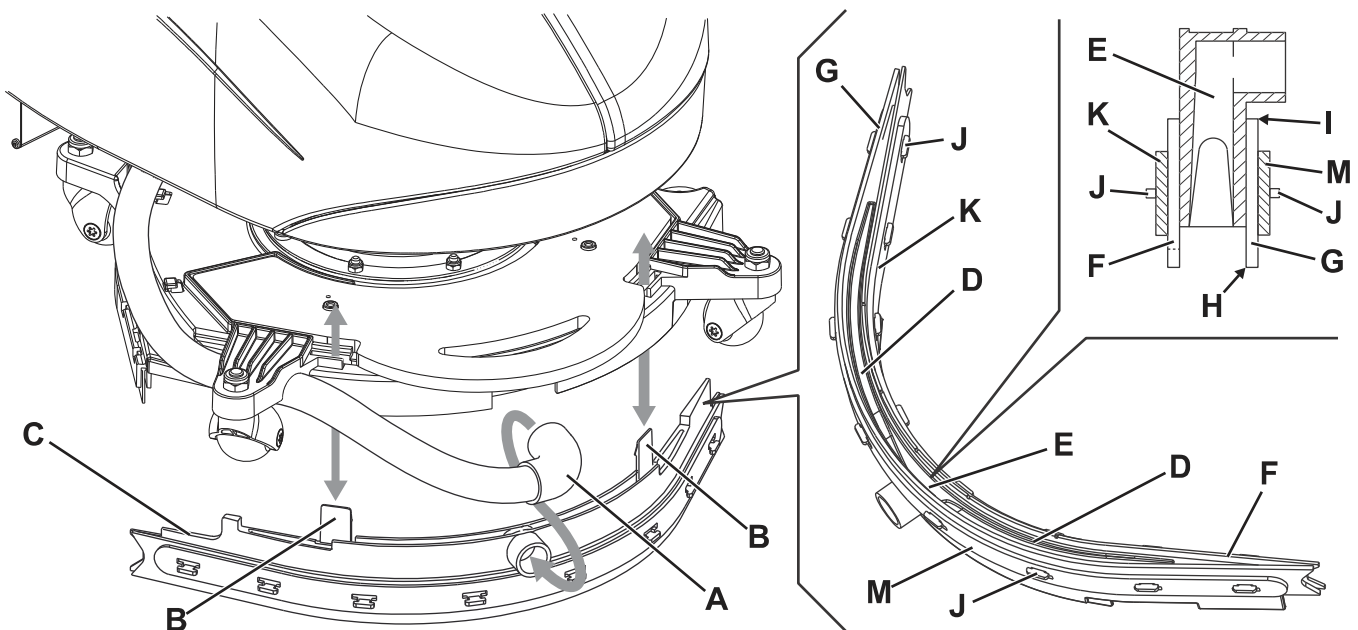

Abbildung 5
2. Wählschalter (32) auf 0 stellen und Batterie trennen.
3. Bürsten-/Padhalterkopf (12) bis zum Anschlag gegen den Uhrzeigersinn drehen.
4. Das Ansaugrohr (A, Abb. 5) von der Sauglippe lösen.
5. Federn (B) lösen und Sauglippe (C) entfernen.
6. Sauglippe abspülen und reinigen. Insbesondere die Förderöffnungen (D) und die Ansaugöffnung (E) von Schmutz und Abfällen befreien.
7. Überprüfen, ob der vordere (F) und der hintere Gummi (G) unversehrt sind und keine Schnitte oder Risse aufweisen, gegebenenfalls austauschen (siehe nachstehender Absatz).
2. Überprüfen, ob der vordere (F, Abb. 5) und der hintere Gummi (G) unversehrt sind und keine Schnitte oder Risse aufweisen, gegebenenfalls wie folgt austauschen. Überprüfen, ob die Vorderkante (H) des hinteren Gummis Verschleiß aufweist. Gegebenenfalls Gummi umdrehen und die andere Kante (I), sofern noch unversehrt, als Vorderkante verwenden. Ist auch die andere Kante verschlissen, Gummi wie folgt austauschen:
- Befestigungsstreifen (K oder M) von den Haltevorrichtungen (J) abnehmen und Gummi entfernen. Gummi (G oder F) austauschen (oder umdrehen).
3. Sauglippe (C) montieren: Federn (B) in ihren Sitz im Bürstenkopf einstecken.
4. Ansaugrohr (A) an die Sauglippe anschließen.